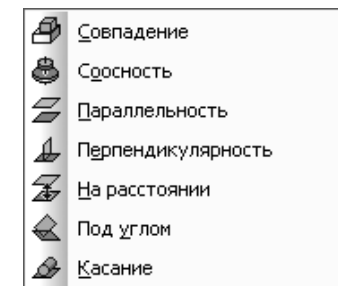

Рис. 6.22. Всплывающее меню пункта выпадающего меню **Сопряжения компонента** пункта главного меню **Операции** в режиме **Сборка**
- **Сопряжения компонентов** вызывает всплывающее меню, показанное на рис. 6.22.